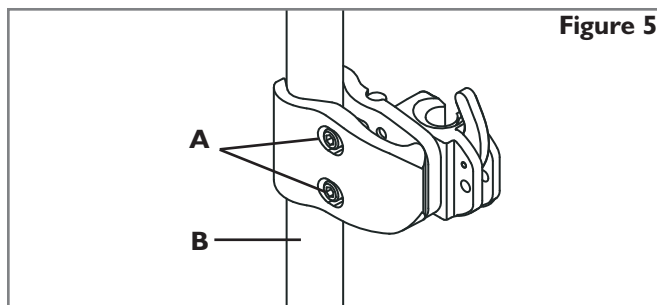

Figure 5
3. Fixez les pinces de fixation. (Fig. 5)
- a. Désserrez les vis de serrage (A) avec les clés alène de 4 mm fournies. REMARQUE – pour des tubes de large diamètre, il sera peut-être nécessaire de déserrer complètement les vis de serrage.
- b. Fixez et serrez les pinces de fixation aux montants du fauteuil (B).
- c. Serrez les vis de serrage à la main (A). REMARQUE – les pinces de fixation peuvent nécessiter un réglage latéral supplémentaire pour un alignement correct.